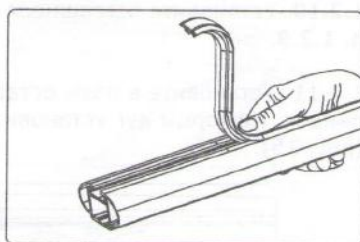

рис. 11
1.2.7.1 Если вы приобрели багажную систему с аэродинамической дугой вставьте в паз на обратной стороне резиновую накладку (рис. 11).